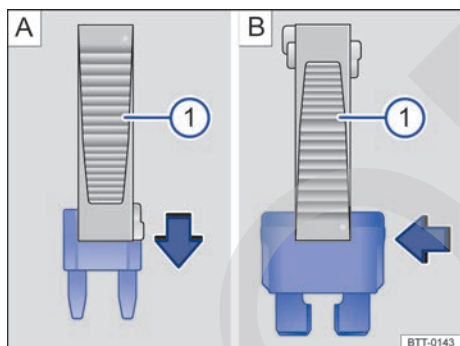

Fig. 148 Quitar o instalar un fusible con la garra de la pinza de plástico ①.
- De ser necesario, retirar la pinza de plástico → fig. 148 ① de la cubierta de la caja de fusibles.
- En caso de *fusibles pequeños*, encajar la garra ① por encima → fig. 148 A.
- En caso de *fusibles mayores*, empujar la garra ① lateralmente sobre el fusible → fig. 148 B.